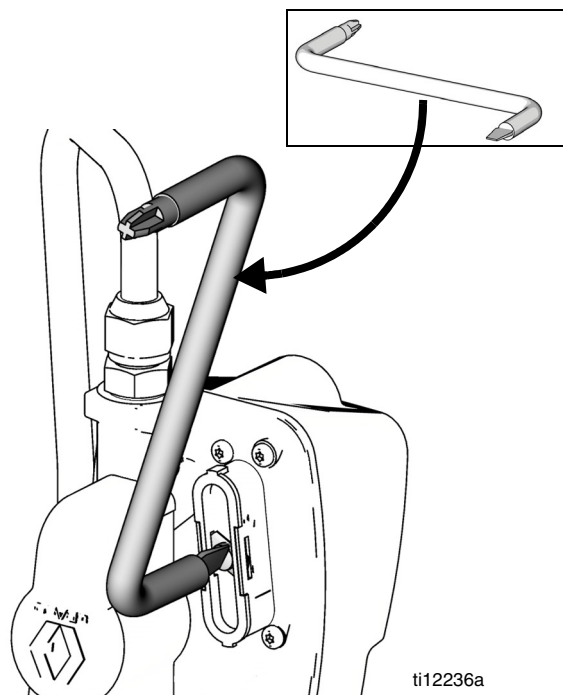

FIG. 21
- Use un destornillador acodado (como se muestra en la FIG. 21) o una moneda delgada para girar el tornillo de la tapa hacia la derecha, aproximadamente un 1/4 de vuelta. De esta manera, el tornillo que asegura la tapa del compartimento de la batería se aflojará lo suficiente como para quitar la tapa. (No es necesario sacar el tornillo por completo, simplemente aflójelo lo suficiente para liberar la tapa).